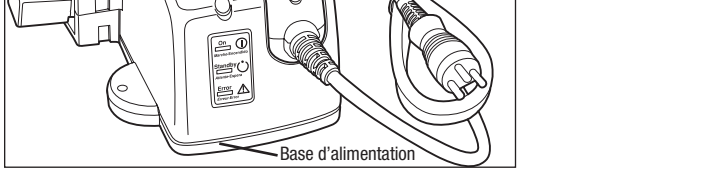

Fig. 1 – Chargeur intelligent BC-210 3M™
• Avant d'utiliser un chargeur intelligent BC-210 3M™ neuf, enlever le couvercle protecteur en plastique entre la base d'alimentation et le module adaptateur. S'assurer que le chargeur n'est pas branché dans une prise murale. Enlever le couvercle protecteur en plastique en tirant le module adaptateur droit vers le haut pour le retirer de la base d'alimentation et en enlevant le couvercle protecteur. Remplacer le module adaptateur dans la base d'alimentation en le poussant tout droit vers le bas, en alignant les fentes guides. Ne pas prendre l'habitude d'enlever le module adaptateur. Son retrait répété peut endommager les contacts électriques de la base d'alimentation. • Brancher l'extrémité femelle du cordon d'alimentation dans le côté du chargeur intelligent BC-210 3M™ et le connecteur mâle du même cordon dans une prise appropriée (fig. 1). Le chargeur détectera automatiquement les tensions d'entre de 100 à 240 V et les fréquences de 50 à 60 Hz et s'y ajustera. • Vérifier la DEL sur la base d'alimentation (à gauche) pour connaître l'état du chargeur. Consulter la section Dépannage.